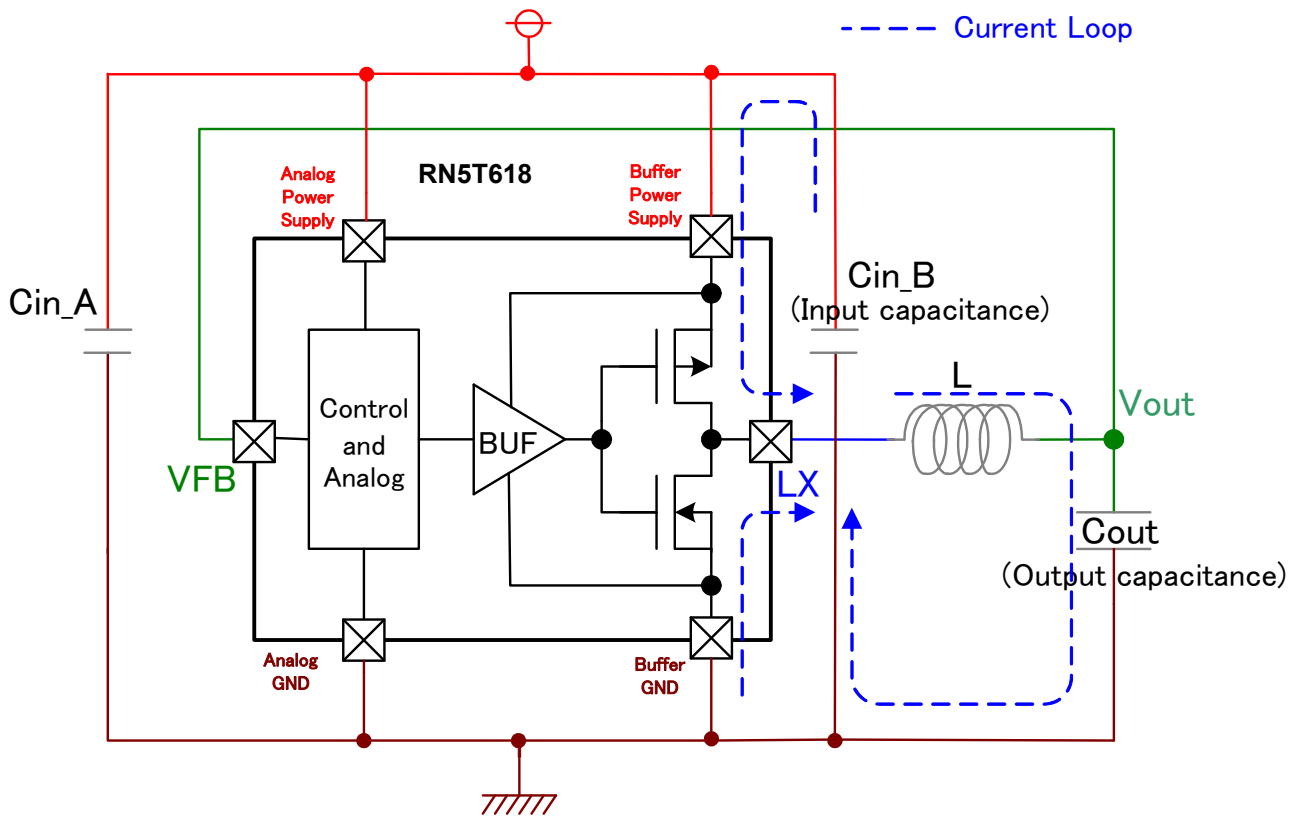
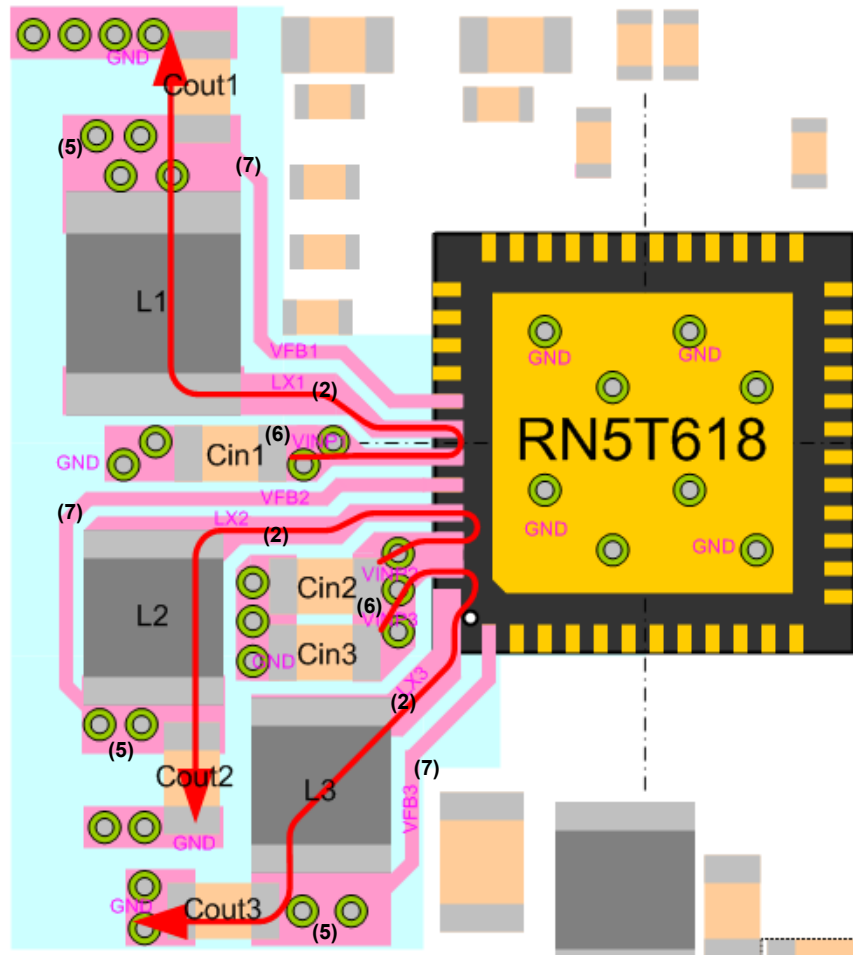

图. 1-1: DCDC1, DCDC2 与 DCDC3 的简化电路图
图. 1-2: DCDC 模块版图绘例(最上层)
- (1) 放置这些元件时要使得开关电流环路最小化。(图 1-1: 蓝线部分,图 1-2: 红线部分)。
- (2) RN5T618 与电感之间的 LX 线要布局的尽量短而粗并且不要有其他冗余的线叠于其上。
- (3) 将“Cout”的地线通过多个过孔直接连接到内部地盘(the internal ground plane),以尽可能减小阻抗。(目标: 50mΩ 以下)。
- (4) 将 RN5T618 的 TABGND 以尽可能低的阻抗链接于地。
- (5) DCDC 的输出点要尽量靠近电容端(Cout), 而不要从电感端直接拉出, VFB 从电容端直接反馈而不要从电感端。
- (6) 将“Cin”尽可能接近 RN5T618(布局时接近芯片的优先级为 “Cin” < L < “Cout”).。
- (7) 将 VFB 线远离噪声线(LX), 且尽量不要与其他 DCDC 产生干扰。